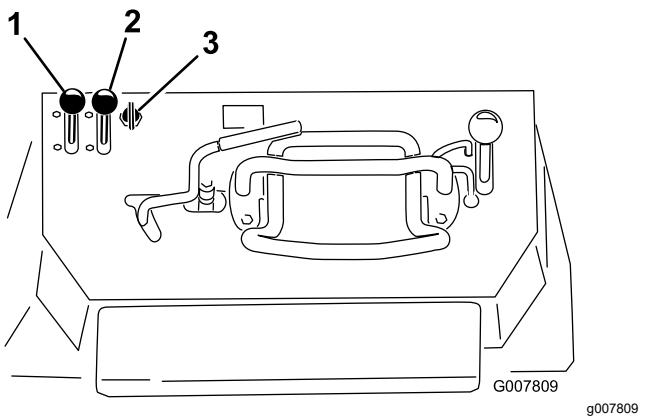

Figure 19
1. Réglez la commande d'accélérateur à mi-course entre les positions BAS RÉGIME et HAUT RÉGIME (Figure 19).
2. Placez la commande de starter en position EN SERVICE (Figure 19).
- Pour les modèles à démarrage électrique, tournez la clé à la position CONTACT (Figure 19). Relâchez la clé quand le moteur démarre.
4. Amenez progressivement la commande de starter en position HORS SERVICE (Figure 19). Si le moteur cale ou hésite, engagez de nouveau le starter jusqu'à ce que le moteur soit chaud.
5. Réglez la commande d'accélérateur à la position voulue (Figure 19).
2. Placez la commande d'accélérateur en position BAS RÉGIME (Figure 19).